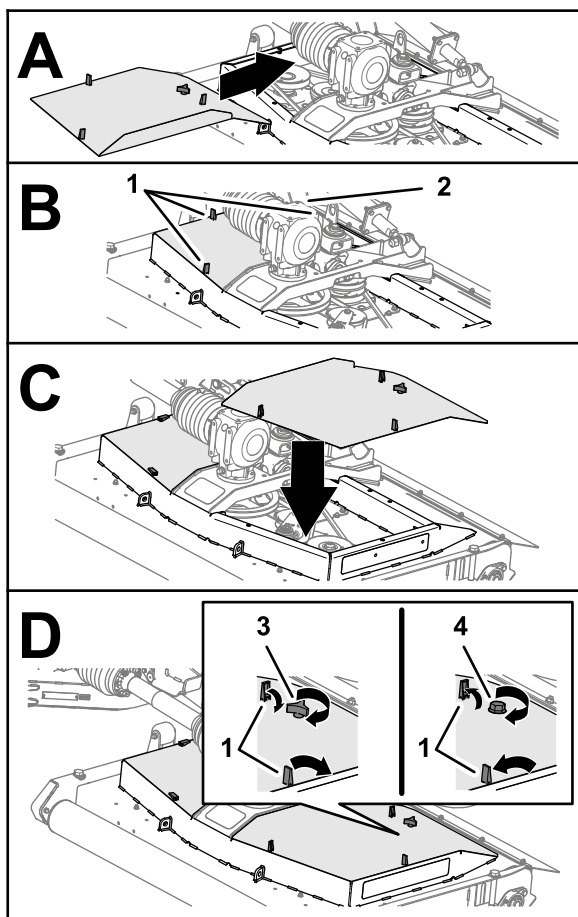

Figure 47
1. Alignez les verrous du capot de plateau et les trous du plateau de coupe (**Figure 47**).
2. Installez le capot sur le plateau de coupe (**Figure 47**).
3. Fixez le capot (**Figure 47**) comme suit :
4. Fixez les 3 verrous du capot au plateau de coupe (**Figure 47**).
5. Répétez les opérations 1 à 4 pour les autres capots que vous avez déposés (**Figure 47**).